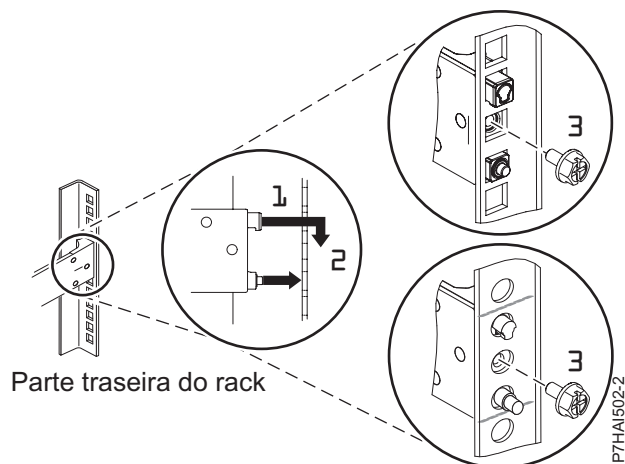

Figura 3. Alinhando e Encaixando os Pinos nos Orifícios na Parte Traseira do Rack
3. Alinhe os dois pinos localizados na parte traseira do trilho deslizante com os orifícios superior e inferior na unidade EIA selecionada, que foi marcada anteriormente. Puxe o trilho deslizante em sua direção para inserir os dois pinos nos orifícios do rack (1) e abaixe o trilho deslizante para baixo (2) para encaixar o gancho no pino superior. Para obter detalhes, consulte Figura 3 na página 5. Assegure-se de que os dois pinos apareçam através dos orifícios do rack antes de prosseguir para a próxima etapa.